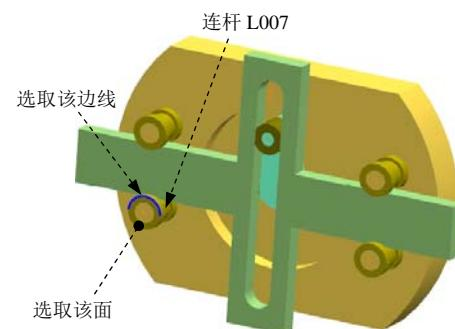

图 10.1.12 定义旋转副（五）
(1) 选择连杆。选取图 10.1.12 所示的连杆 L007。
(2) 定义原点及矢量。在“运动副”对话框的指定原点下拉列表中选取“圆弧中心”选项，在模型中选取图 10.1.12 所示的圆弧为定位原点参照；选取图 10.1.12 所示的面作为矢量参考面。
(3) 单击应用按钮，完成第七个运动副的添加。